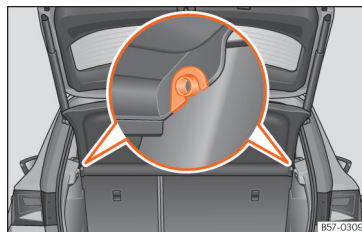

Fig. 168 Na bagageira: desmontar e montar a chapeleira.
- Desencaixe a chapeleira dos suportes laterais »» **Fig. 168** puxando-a para cima e retire-a.
- Introduza a chapeleira horizontalmente fazendo coincidir a «fechadura» sobre o eixo dos suportes »» **Fig. 168**, e pressione para baixo até que encaixe.